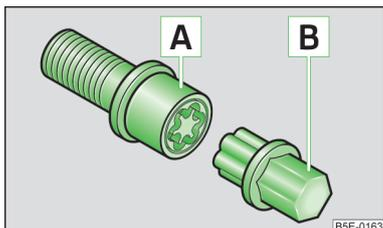

Fig. 153
- Introducir el adaptador **[B]** » fig. 153 con su lado dentado hasta el tope en el dentado interior del tornillo de rueda antirrobo **[A]**, de tal modo que ya sólo sobresalga el hexágono exterior.